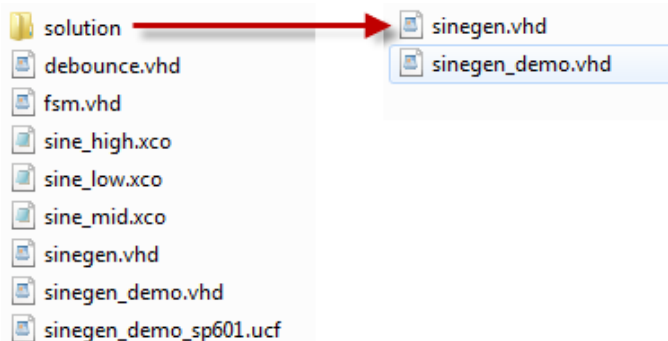

図 2 : チュートリアル デザインのファイル セット
4. 解凍したら、ChipScope\_PlanAhead/PlanAhead\_Tutorial/Sources/chipscope/pa\_cs\_tutorial/src は図 2 のようになります。